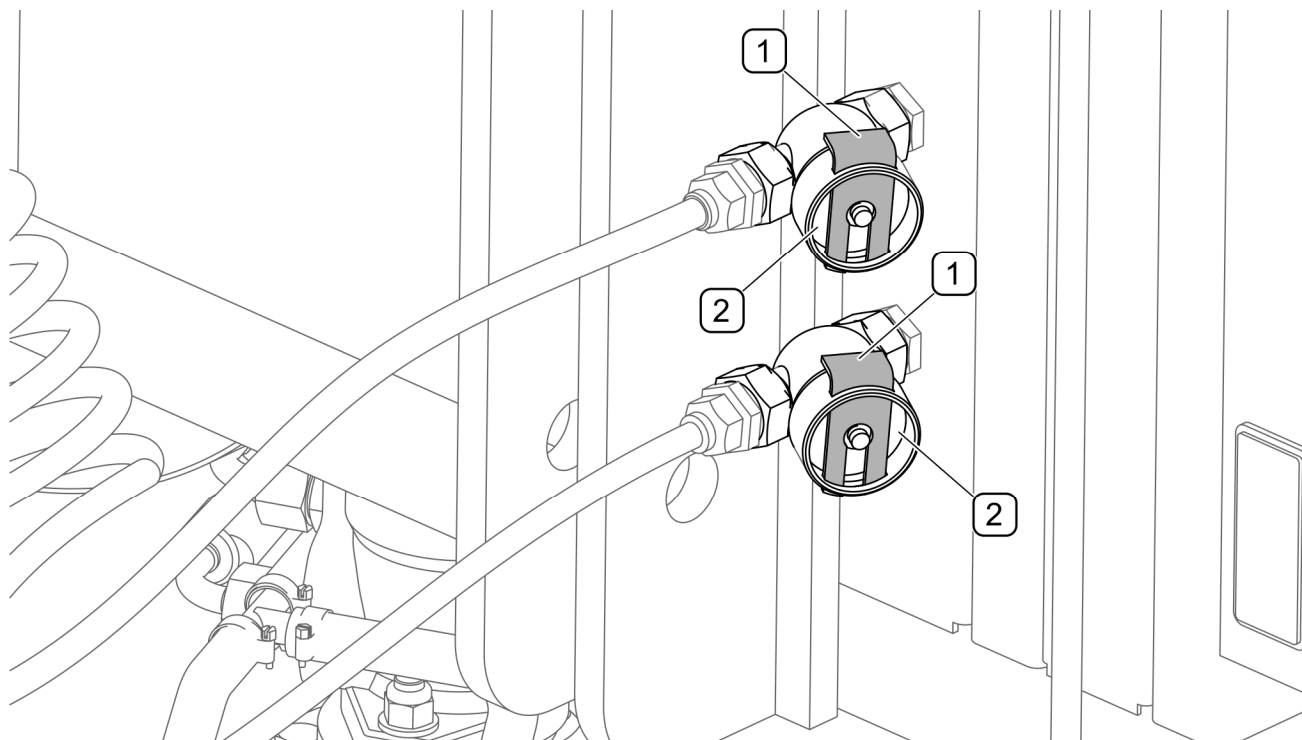

РИСУНОК 5.27 Фільтри повітря
(1) - запобіжна заслінка; (2) - кришка фільтра
Залежно від умов роботи машини, але не рідше ніж один раз на три місяці необхідно виймати і очищати фільтрувальні елементи фільтрів повітря (РИСУНОК 5.27), встановлених на під'єднувальних патрубках пневматичної системи. Фільтрувальні елементи багаторазові і не підлягають заміні, якщо не мають механічних пошкоджень. Щоб очистити фільтрувальний елемент, спочатку необхідно зменшити тиск у подавальній магістралі. Потім зняти запобіжну засувку (1), іншою рукою необхідно притримувати кришку фільтра. Після знімання засувки (1) кришка виштовхується пружиною, яка знаходиться в корпусі фільтра. Фільтрувальний елемент і корпус фільтра слід ретельно промити і продути стисненим повітрям. Монтаж здійснюється у зворотному порядку.